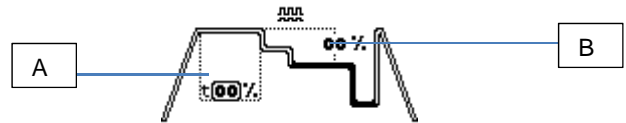

Fig.7
**OPZIONE SALDATURA E-TWO PULSE (OPTIONAL).** Impostare i parametri di saldatura come nell'opzione pulsata, selezionare, infine, tramite l'encoder **S1** il sottomenù di opzione (fig. 3 rif. D) e regolare la durata della corrente di picco espressa in percentuale del periodo (fig. 7 rif. A) e il rapporto in percentuale di riduzione della seconda pulsazione rispetto alla prima (fig. 7 rif. B).